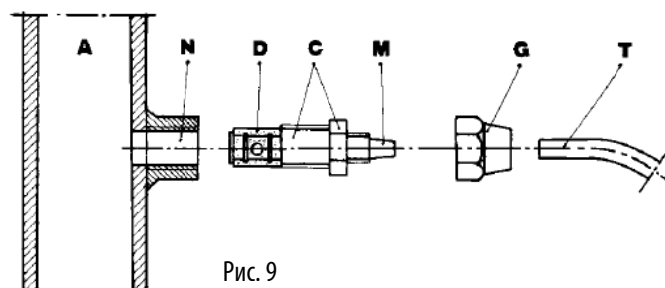

Рис. 9
g. – Выберите наиболее подходящее место для врезки в систему и установите в нем стальной коннектор с наружной резьбой 3/8". Данный коннектор не входит в комплект поставки насоса. Вкрутите в этот коннектор клапан впрыска, как показано на рис. 9. Затем подсоедините шланг сброса к клапану впрыску и закрутите гайку **Г**. В данной ситуации клапан впрыска также выполняет функцию невозвратного клапана.
3.1. СХЕМА УСТАНОВКИ ИНЖЕКТОРА (Рис.9)